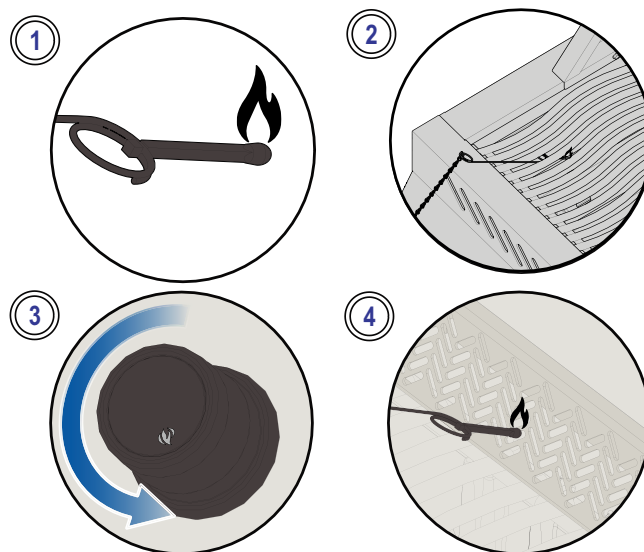

Fig. 3
3. Samtidig som du vrir tilsvarende brennerknott til høy. (**Fig. 3**).